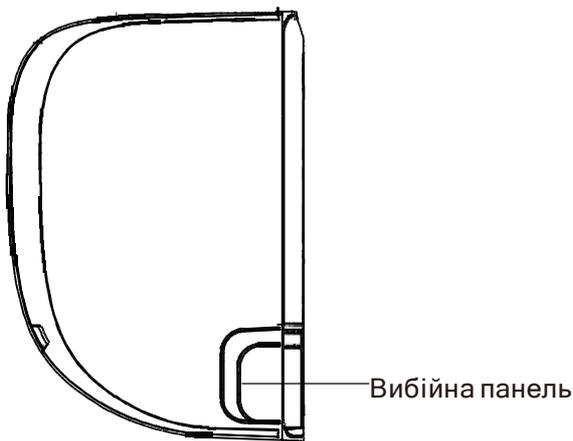

Рис. 3.3
2. Якщо отвір у стіні знаходиться позаду пристрою, залиште панель, що вибивається, на місці. Якщо отвір у стіні знаходиться збоку від внутрішнього блоку, зніміть пластикову панель, що вибивається, з цього боку блоку. (Див. **Рис. 3.3**). Зробіть проріз, через який труби зможуть вийти з пристрою. Використовуйте гострогубці, якщо пластикову панель занадто важко зняти вручну.